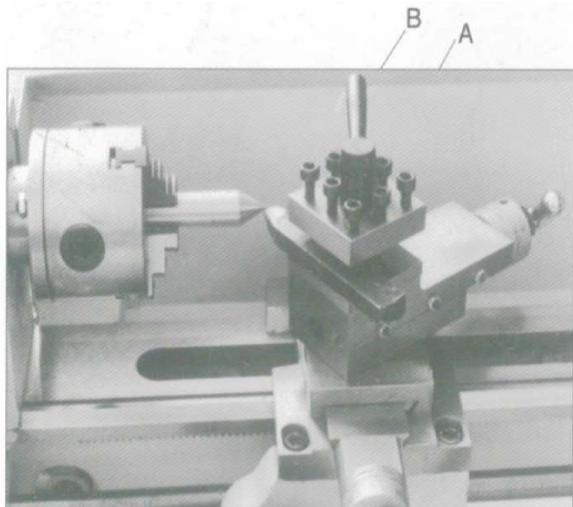

Рис. 11 Регулировка резцедержателя
Если Вы хотите отрегулировать положение резцедержателя, вам необходимо ослабить рукоятку, как показано на Рис. 11 (B). После завершения регулировки, не забудьте надлежащим образом закрепить рукоятку. Для замены рабочей фрезы необходимо открутить винты (A) при помощи универсального гаечного ключа, который поставляется в комплекте.